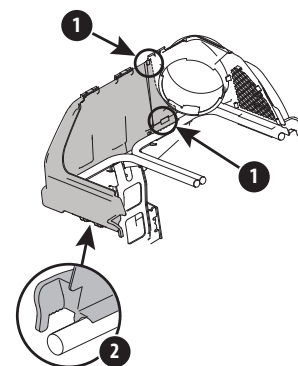

Figura 13
4. Deslice la cubierta de la embolsadora del lado izquierdo sobre el soporte del canal superior y el conjunto del soporte de la bolsa. Trabe con precaución las dos lengüetas en su lugar en el frente del soporte del canal superior, consulte 1 en la Figura 13. Coloque los cierres a presión sobre el soporte de riel de la embolsadora del lado izquierdo. Vea 2 en la Figura 13.